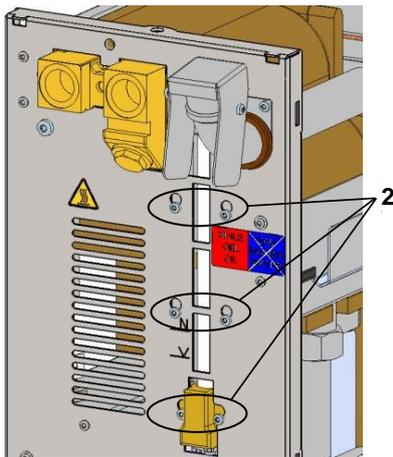

Fig. 3: Démontez l'indicateur de niveau
- Enlever 6x vis (marquage 2 → Fig. 3).